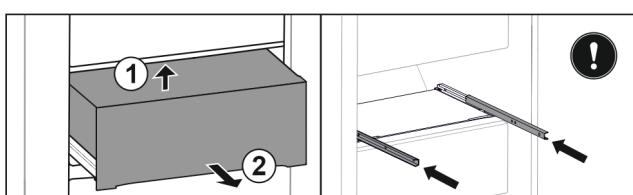

Fig. 148
- Ridicați sertarul de jos spate. Fig. 148 (1)
- Extragăti sertarul spre înainte. Fig. 148 (2)